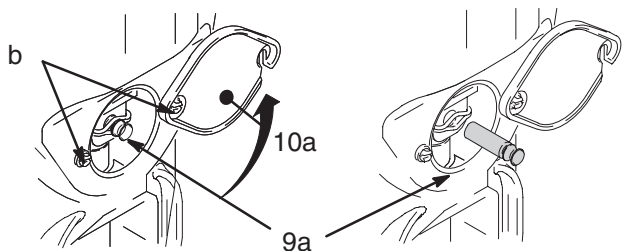

Fig. 12
1. Limpie la bomba (13).
3. Fig. 12. Afloje los dos tornillos (10b) y gire la tapa (10a).
2. Fig. 12. Instale el pasador de la bomba (9a). Compruebe que el muelle de retén (9b) está en la ranura del pasador de la bomba.
8. Fig. 12. Gire la tapa (10a); apriete los tornillos (10b).